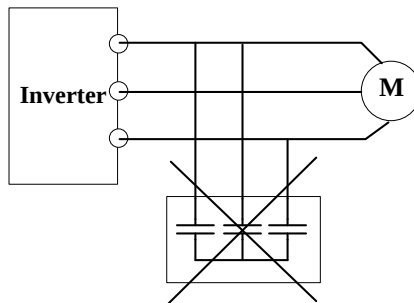

Fig. 1-6 Il est interdit d'utiliser des condensateurs.
- Ne connectez pas de varistor ou de condensateur aux bornes de sortie du variateur car l'onde de la tension de sortie du variateur est sous forme d'onde pulsée, sans quoi un déclenchement ou un endommagement des composants pourrait se produire. En outre, n'installez pas de disjoncteur ou de contacteur du côté de la sortie du variateur comme indiqué sur la Fig. 1-6.